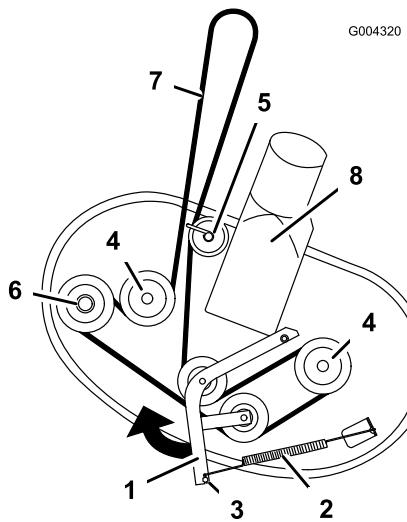

Figura 58
- Afloje el herraje que sujetla la guía de la correa a la polea trasera (Figura 58).
- Tire del brazo tensor en el sentido que muestra Figura 58 y retire la correa de las poleas.
- Pase la correa nueva alrededor de las poleas del motor y del cortacésped (Figura 58). Instale la correa nueva por debajo de la guía de la correa y alrededor de la polea trasera.
- Tire de la polea tensora en el sentido que muestra Figura 58 y pase la correa por la polea tensora y las poleas de los ejes (Figura 58).
- Apriete el herraje que sujetla la guía de la correa a la polea trasera (Figura 58).